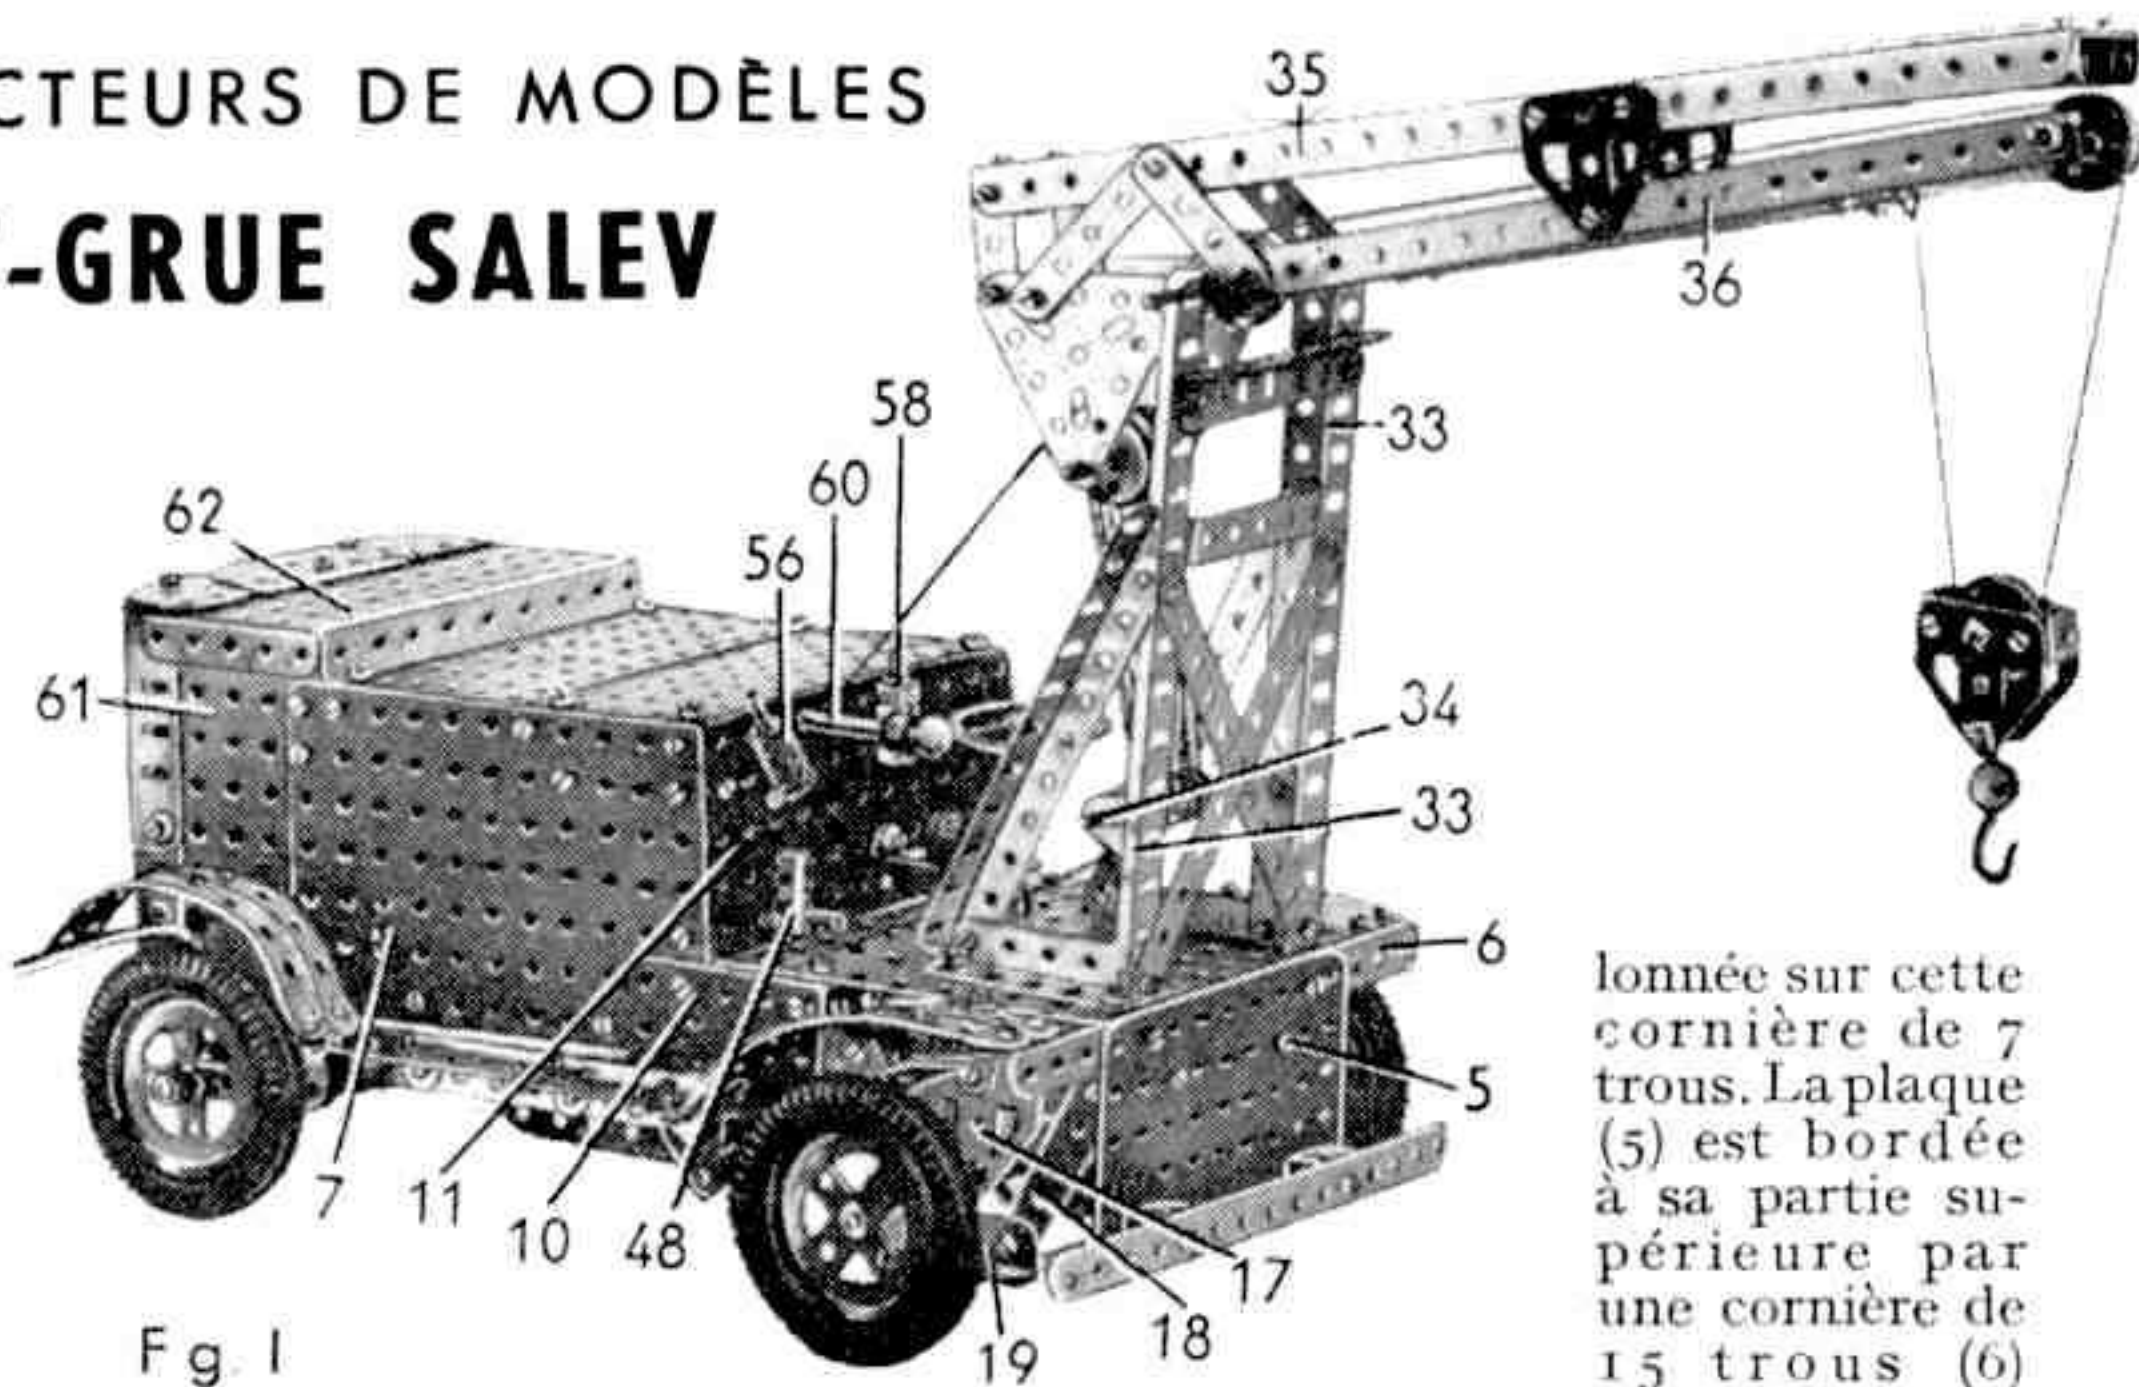

Fig. 1
Une plaque sans rebords de 14×9 cm. (7) (fig. 1) est boulonnée verticalement de chaque côté sur une cornière de 7 trous qui est fixée elle-même sur la cornière (4). Une cornière de 4 trous est boulonnée à l'avant de chaque plaque (7). Une plaque sans rebords de 14×9 cm. (8) (fig. 4) est fixée sur la cornière (6) et ses angles arrière sont réunis aux cornières de 4 trous. Ces dernières portent aussi deux plaques sans rebords de 75×38 mm. (9) et, de chaque côté, une plaque flexible triangulaire de 6×4 cm. (10).
Les deux plaques (7) sont réunies à l'avant par une plaque sans rebords de 14×6 cm. (11) tenue par des équerres (fig. 1), à l'arrière et à l'intérieur par deux bandes coudées de 140×12 mm. (12).
Une cornière de 9 trous est boulonnée à l'avant du châssis sur chacune des cornières (1) ; une embase triangulée plate (17) (fig. 1) est fixée sur chaque cornière de 9 trous. Deux bandes de 5 trous (18) sont également boulonnées sur cette cornière ; elles sont disposées obliquement et réunies à leur partie inférieure par le rebord d'une embase triangulée coudée (19) qui doit se trouver à l'aplomb de l'embase triangulée plate (17). Les deux embases triangulées coudées (19) sont réunies par une bande de 9 trous (20) légèrement gauchie (fig. 3). Chaque embase triangulée plate (17) est munie d'une équerre de 26 x 12 mm. Un support plat est placé sur l'équerre de façon que son trou rond corresponde au trou allongé de l'équerre.